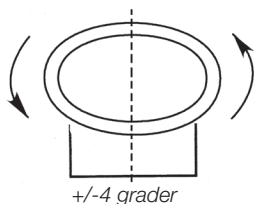

Fig. 3A
4. Bruk veggfestet som mal, merk punkter for skrueshull og bor hullene. Bruk passende skruer og ev. plugg. Strålekasteren skal monteres slik at den henger stabilt! Plasser strålekasteren horisontalt ( $\pm 4^\circ$ ) (Fig. 3A).